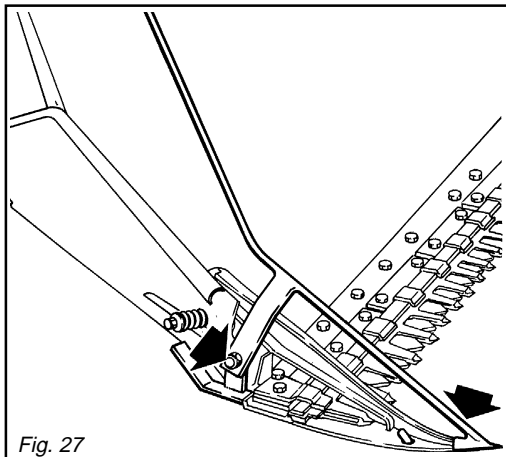

Fig. 27
- Quando si hanno foraggi molto alti che tendono ad intasare l'andana normale, si consiglia di montare l'andana supplementare sulla scarpa esterna e fissarla con la vite della slitta (Fig. 27).
- The supplementary guide is recommended mostly for forage which tends to obstruct the normal guide. Mount the supplementary mowing guide on the external shoe and tighten with the slide screw (Fig. 27).
- Man empfiehlt diese Schwadstange, wenn man sehr hohes Gras mähen soll, wobei das normale Schwadblech verstopfen würde. Die zusätzliche Schwadstange auf dem äusseren Schuh anbauen und mit der Schlittenschraube befestigen (Abb. 27).
- L'andaineuse supplémentaire est conseillée, si on a des fourrages très hautes qui tendent à entasser l'andaineuse normale. Monter l'andaineuse sur la semelle extérieure et la fixer avec la vis du charriot (Fig. 27).
- Se aconseja la andana suplementaria cuando hay forrajes muy altos que pueden obstruir la andana normal. Montar la andana suplementaria en la zapata externa y fijarla con el tornillo del carril de deslizamiento (Fig. 27).